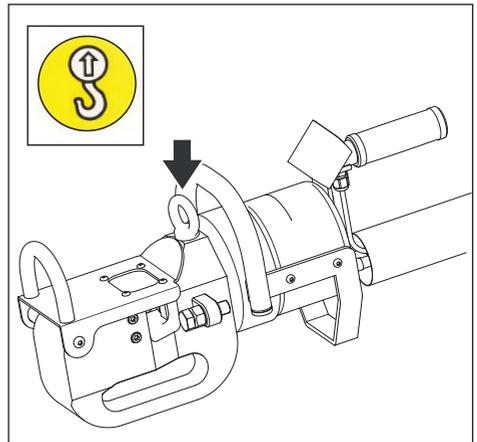

Figura 7, ponto de levantamento do cortador
- Se for necessário mover ou transportar o cortador, use o alhaz de levantamento fornecido. Veja a Figura 7. Use equipamento de levantamento com capacidade de carga adequada.